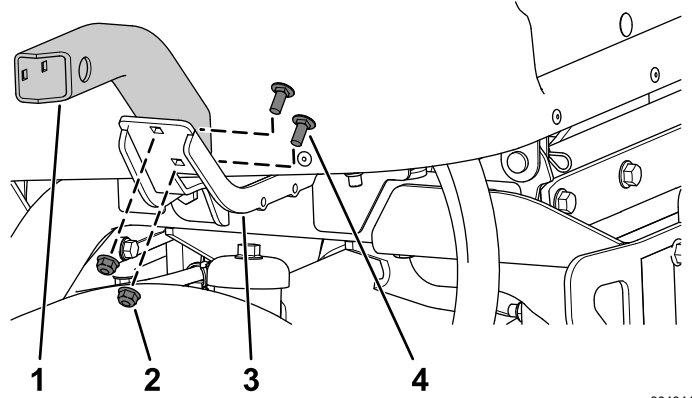

Figura 23
3. Prenda a montagem curta esquerda e a montagem curta ou comprida direita na montagem esquerda e direita utilizando quatro parafusos de carroçaria ( $\frac{5}{16}$  x  $\frac{3}{4}$  pol.) e quatro porcas flangeadas ( $\frac{5}{16}$  pol.) como se mostra na Figura 23.